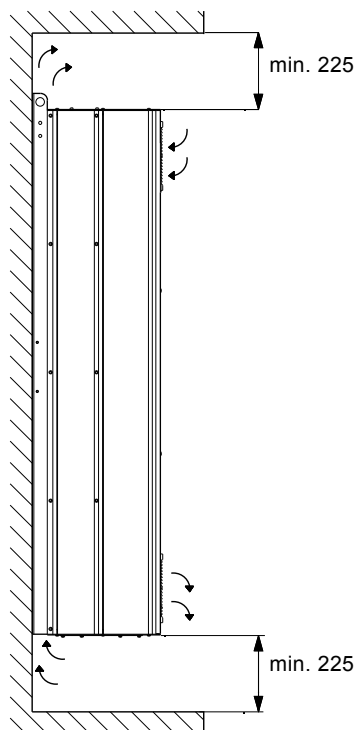

Abb. 3 Luftzirkulation und für die Luftkühlung erforderlicher Freiraum [mm]
- Einen Mindestfreiraum oberhalb und unterhalb des CUE-Frequenzumrichters vorsehen, um eine ausreichende Luftkühlung zu gewährleisten und die Kabelmontage zu ermöglichen. Siehe Abb. 3.